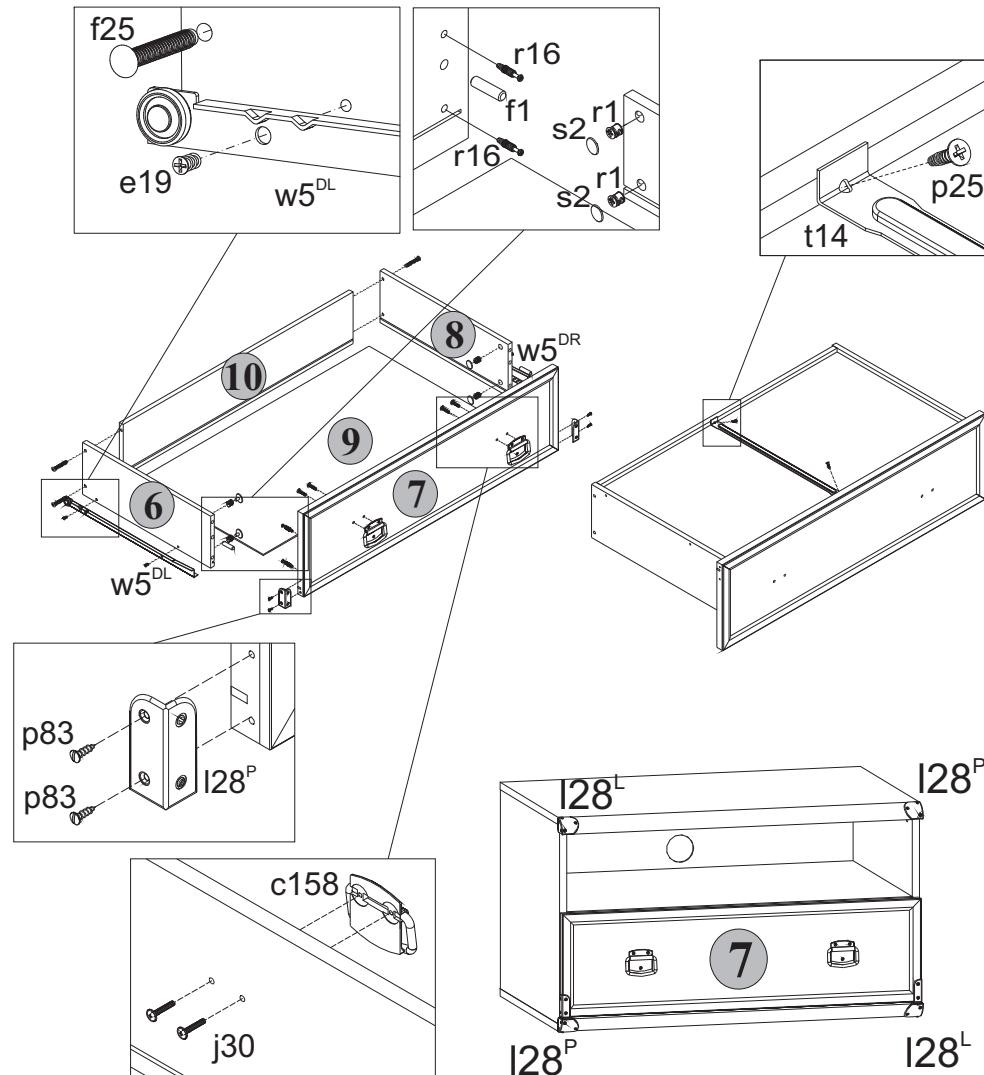

Рис. 3
5.12 В отверстия диаметром **8 мм** на передних кромках стенок боковых **6** и **8** корпуса выдвижного ящика вбить деревянные шканты **f1** (**см.рис.3**).
5.13 В отверстия диаметром **15 мм** на внутренних поверхностях стенок боковых **6** и **8** корпуса выдвижного ящика вставить стяжки эксцентриковые **r1** (**см.рис.3**).
5.14 В отверстия диаметром **5 мм** на внутренней поверхности панели передней **7** ящика выдвижного с помощью крестообразной отвертки вкрутить винты стяжки **r16** (**см.рис.3**).
5.16 Соединить панель переднюю **7** с корпусом ящика выдвижного и затянуть стяжки эксцентриковые **r1**, пользуясь специальным ключом **z1**. Закрыть стяжки эксцентриковые заглушками **s2** (**см.рис.3**).